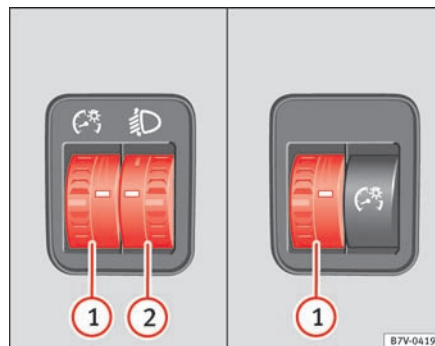

Fig. 63 Ved siden af rattet: indstillingshjul til instrument- og kontaktlys ① og til lyslængderegulering ②
① Instrument- og kontaktlys
Når lyset er tændt, kan lysstyrken på instrument- og kontaktlyset reguleres trinløst ved at dreje på indstillingshjulet ⇒ Fig. 63 ①.
② Lyslængderegulering